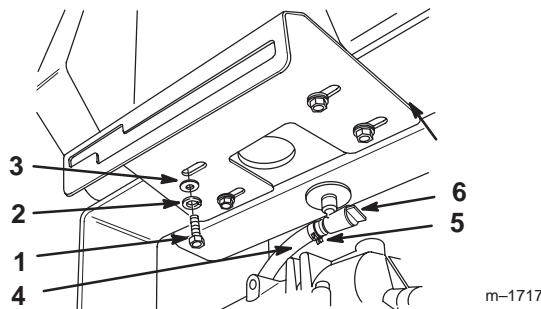

Bild 4
- Befestigen Sie das Armaturenbrett und den Kraftstofftank mit 4 Schrauben (5/16 x 7/8 Zoll), 4 Sicherungsscheiben (5/16 Zoll) und Scheiben (Bild 4) am hinteren Chassis.
- Schieben Sie die Schlauchschelle auf die Kraftstoffleitung (Bild 4). Bringen Sie die Kraftstoffleitung an der Kraftstofftankverbindung an und sichern Sie sie mit einer Schlauchschelle ab (Bild 4).